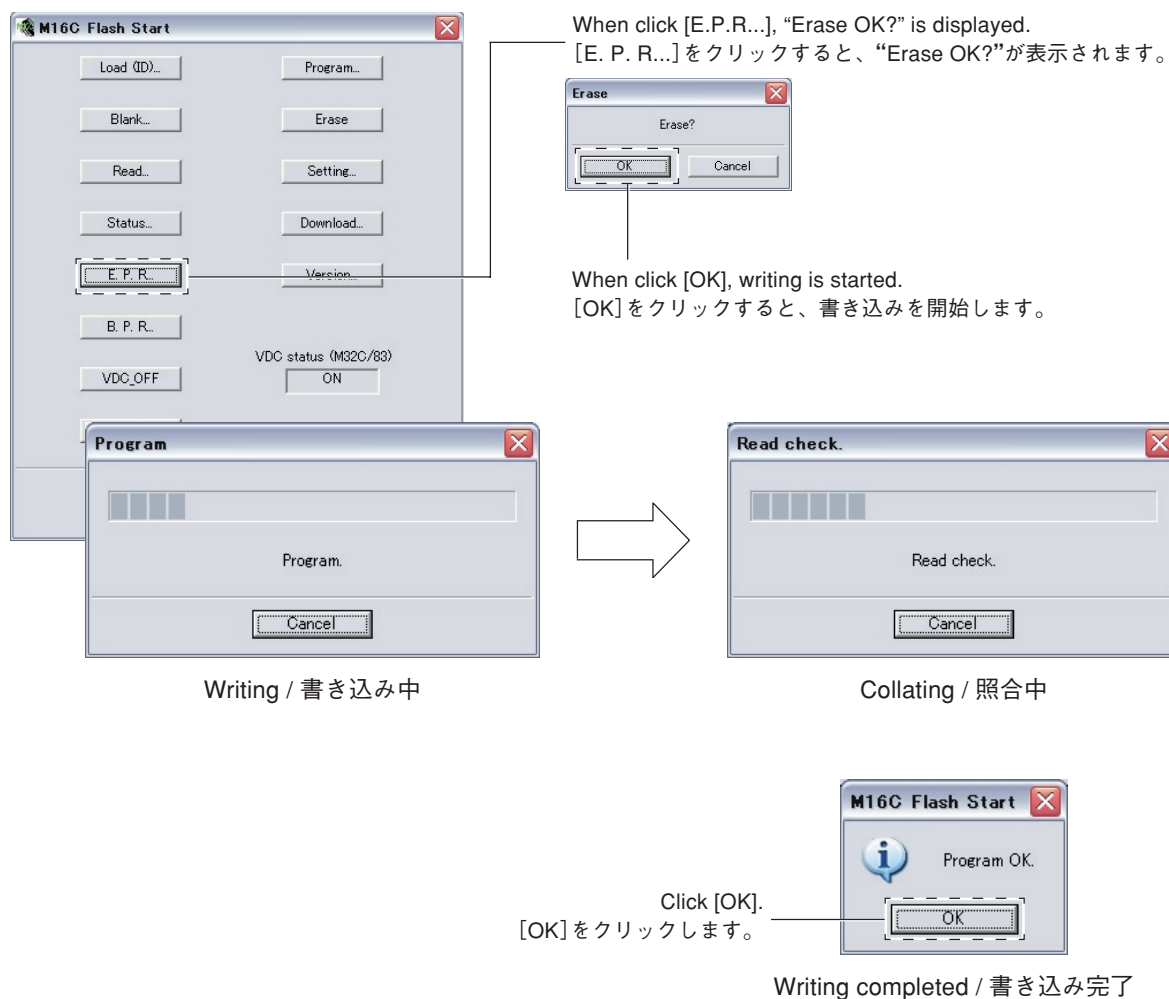

Fig. 5
14. "M16C Flash Start" is displayed. (Fig. 5)
Click [E.P.R...], and "Erase OK?" is displayed. (Fig. 5)
Click [OK] and start writing. (Fig. 5)
15. When writing is completed, "Program OK." is displayed. (Fig. 5)
Click [OK]. (Fig. 5)
14. "M16C Flash Start"が表示されます。(Fig. 5)
[E. P. R...]をクリックすると、"Erase OK?"が表示されます。(Fig. 5)
[OK]をクリックし、書き込みを開始します。(Fig. 5)
15. 書き込み完了後、"Program OK."が表示されます。(Fig. 5)
[OK]をクリックします。(Fig. 5)